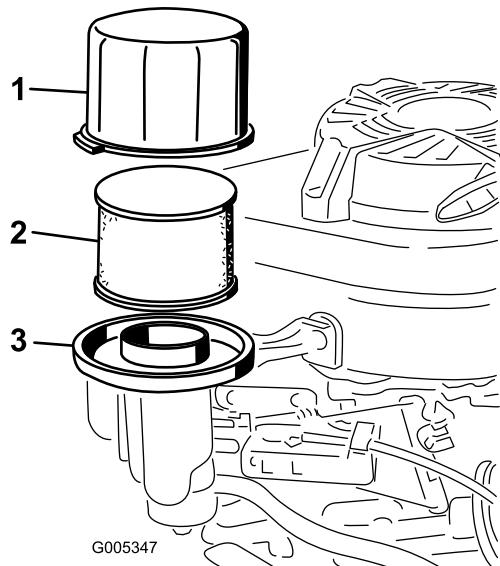

Figura 22
3. Retire la tapa y límpiela a fondo (Figura 22).
4. Retire e inspeccione el filtro de aire de papel (Figura 22), y deséchelo si está excesivamente sucio.
5. Retire el pre-limiador de gomaespuma y lávelo con un detergente suave y agua, luego séquelo apretando suavemente con un paño (Figura 22).